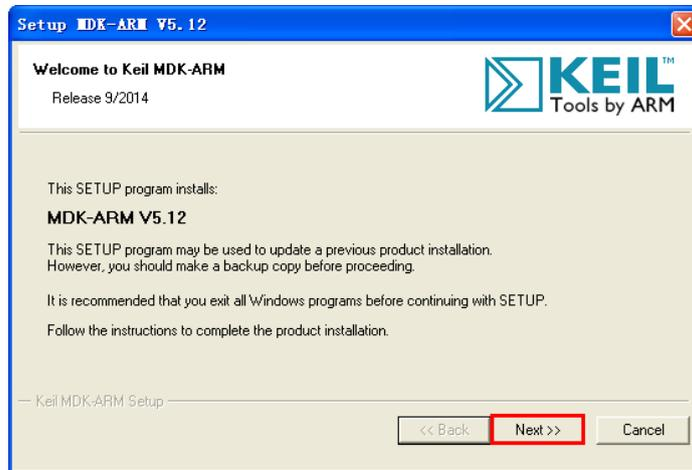

图 1.2 MDK-ARM 安装向导
1. 双击 mdk512.exe，弹出 MDK-ARM 的安装向导，选择【Next】，如图 1.2 所示。